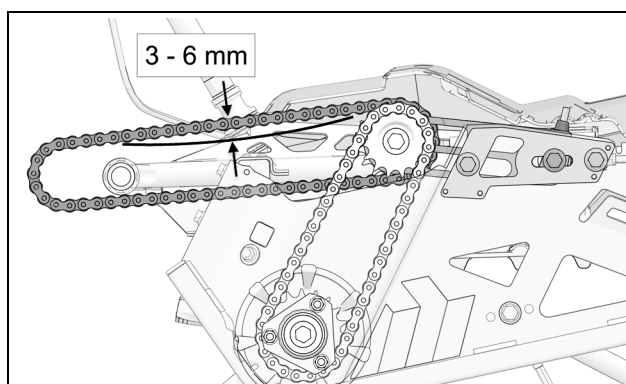

Figure 11
- Une fois l'ajustement de la chaîne d'entraînement secondaire complétée, finaliser l'ajustement de la tension de la chaîne d'entraînement primaire. Appliquer une pression au centre des deux pignons d'entraînement. La chaîne doit présenter une déflexion de 3 - 6 mm (1/8 - 1/4 po). Réajuster jusqu'à ce que vous obteniez la bonne déflexion. Voir la Figure 11.